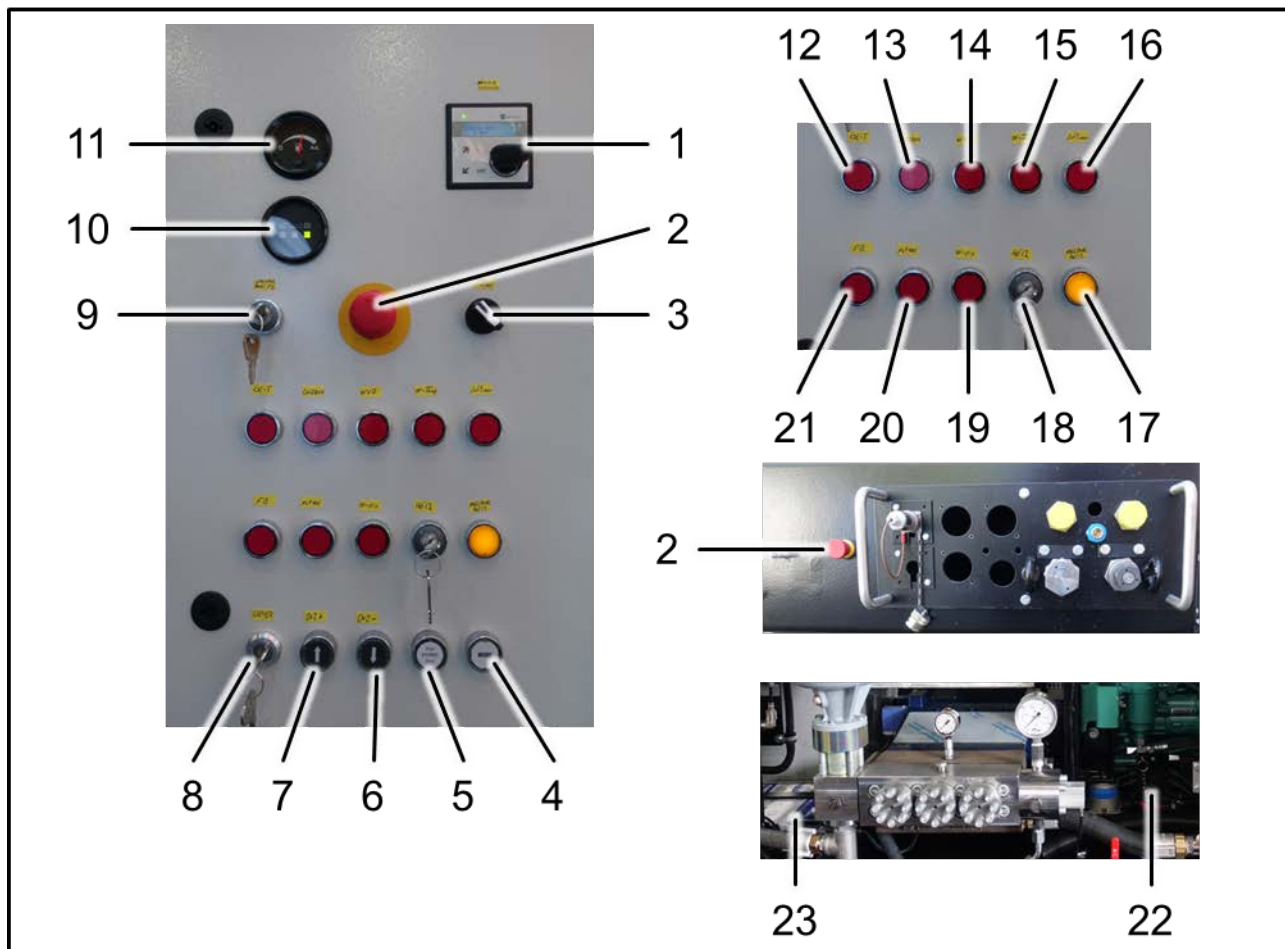

Рис. 6: распределительный шкаф и электропитание
3. Убедитесь, что ключ извлечен из размыкателя аккумуляторной батареи (Рис. 6: поз. 7).